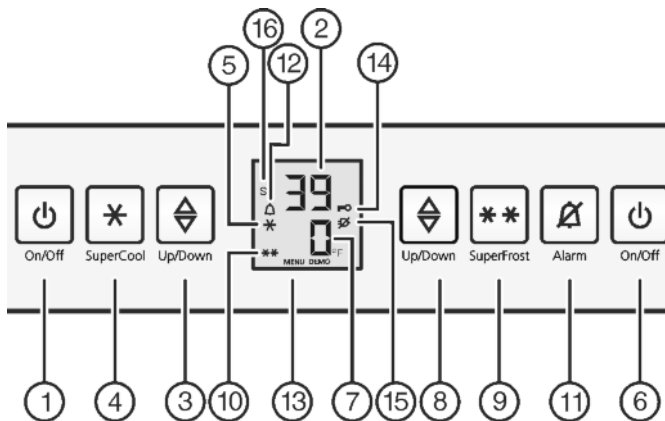

Fig. 3
- Pulse la tecla On/Off del compartimiento congelador Fig. 3 (6).
- ▶ Pulse la tecla On/Off del compartimiento frigorífico *Fig. 3 (1)*.
- ▶ Activación del modo de ajuste: pulse la tecla SuperFrost *Fig. 3 (9)* durante 5 seg. aproximadamente.
- ▷ El símbolo de menú *Fig. 3 (13)* se ilumina.
- ▶ Utilice la tecla de ajuste del compartimiento congelador *Fig. 3 (8)* para seleccionar °.
- ▶ Confirmación: Pulse la tecla SuperFrost *Fig. 3 (9)* brevemente.
- ▶ Utilice la tecla de ajuste del compartimiento congelador *Fig. 3 (8)* para seleccionar °F o °C.
- ▶ Desactivación del modo de ajuste: Pulse la tecla On/Off *Fig. 3 (6)* del compartimiento congelador.
- ▶ Activar el modo de ajuste: pulse la tecla SuperFrost *Fig. 3 (9)* durante aprox. 5 segundos.
- ▷ En el indicador se visualiza el símbolo Menú *Fig. 3 (13)*.
- ▶ Utilice la tecla de ajuste del compartimiento congelador *Fig. 3 (8)* para seleccionar **c**.
- ▶ Confirmar con la tecla SuperFrost *Fig. 3 (9)*.
- ▷ El símbolo de seguridad para niños *Fig. 3 (14)* se ilumina en el indicador.
- ▶ Pulse brevemente la tecla On/Off del compartimiento congelador *Fig. 3 (6)*.
- ▷ El símbolo seguridad para niños *Fig. 3 (14)* desaparece.
- ▶ Pulse la tecla Alarm *Fig. 3 (11)*.